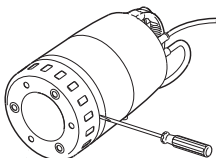

Fig. 11 Afmontering af indløbssi
3. Løsn sien ved at sætte en skruetrækker ind mellem pumpekappe og indløbssi og dreje skruetrækkeren. Se fig. 11.
2. Løsn sien ved at sætte en skruetrækker ind mellem pumpekappe og indløbssi og dreje skruetrækkeren. Se fig. 11.